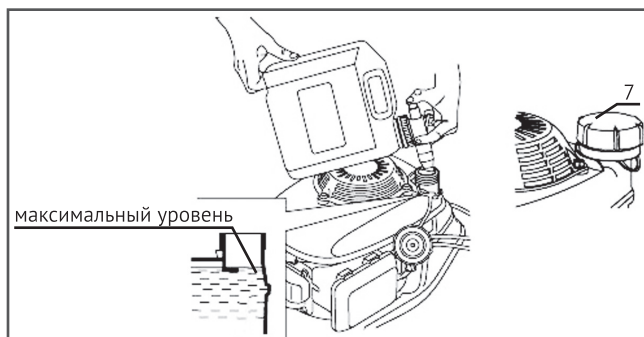

Рис.12
- Для заправки газонокосилки необходимо снять крышку заливной горловины (7) и залить топливо в бак, как показано на Рис. 12. Заливать топливо аккуратно, избегая переполнения и перелива. На горлышке заливной горловины не должно быть подтеков топлива. После заливки топлива, тщательно закрутить крышку бака. При переливании некоторого количества бензина, перед запуском мотора протереть насухо все подтёки топлива.